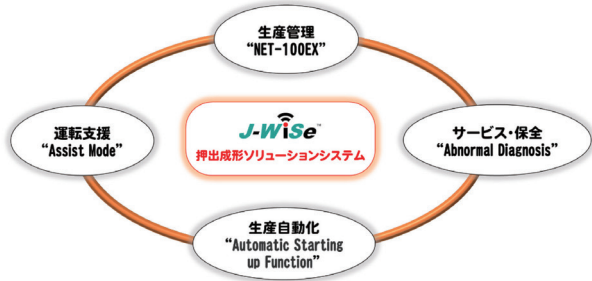

図1 J-WiSe 押出成形ソリューションシステム
押出成形機については、図1に示すように①生産管理を“NET-100EX”、②サービス・保全を“Abnormal Diagnosis”、③運転支援を“Assist Mode”、そして④生産自動化を“Automatic Starting up Function”とそれぞれシステムの名称を定義している。これらは、造粒・コンパウンド機、フィルム・シート成形機から中空成形機